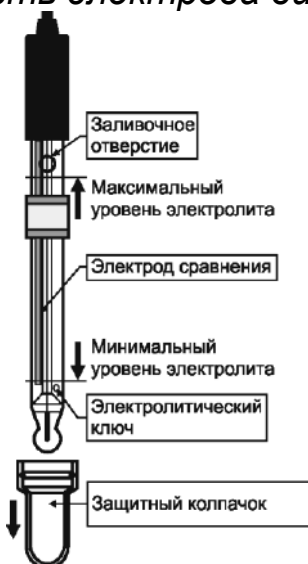
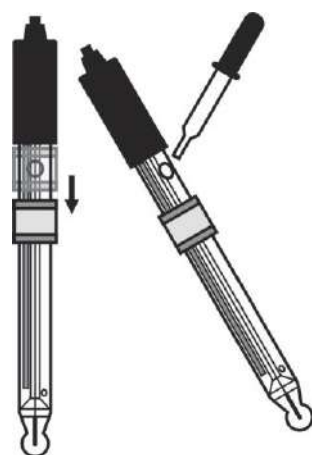

Рис. 1
Рис. 2
4.3 Проверить уровень электролита в электроде, он должен находиться в пределах, показанных на рис. 1. При необходимости в электрод следует долить раствор  $KCl$  с концентрацией 3 моль/дм3. Для этого нужно сдвинуть вниз защитный пояс, закрывающий заливочное отверстие и заполнить электрод электролитом до уровня заливочного отверстия (рис. 2).
**5.3** Уровень электролита в электроде должен поддерживаться в пределах, показанных на рис. 1. При необходимости электролит следует доливать в электрод через заливочное отверстие.